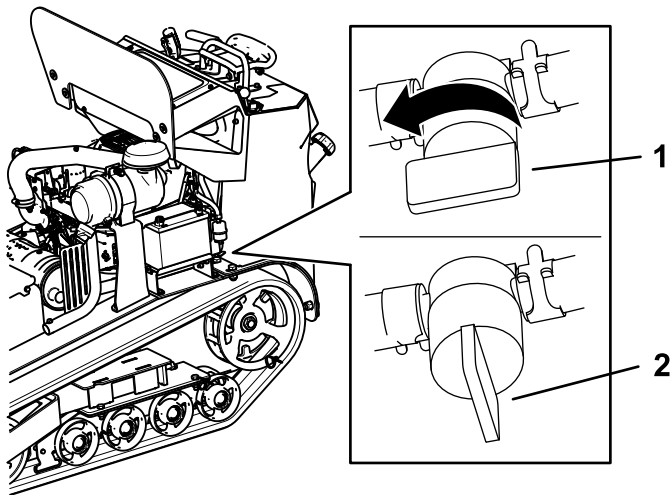

Figura 39
3. Rode a válvula de bloqueio de combustível para a posição fechada (Figura 39).